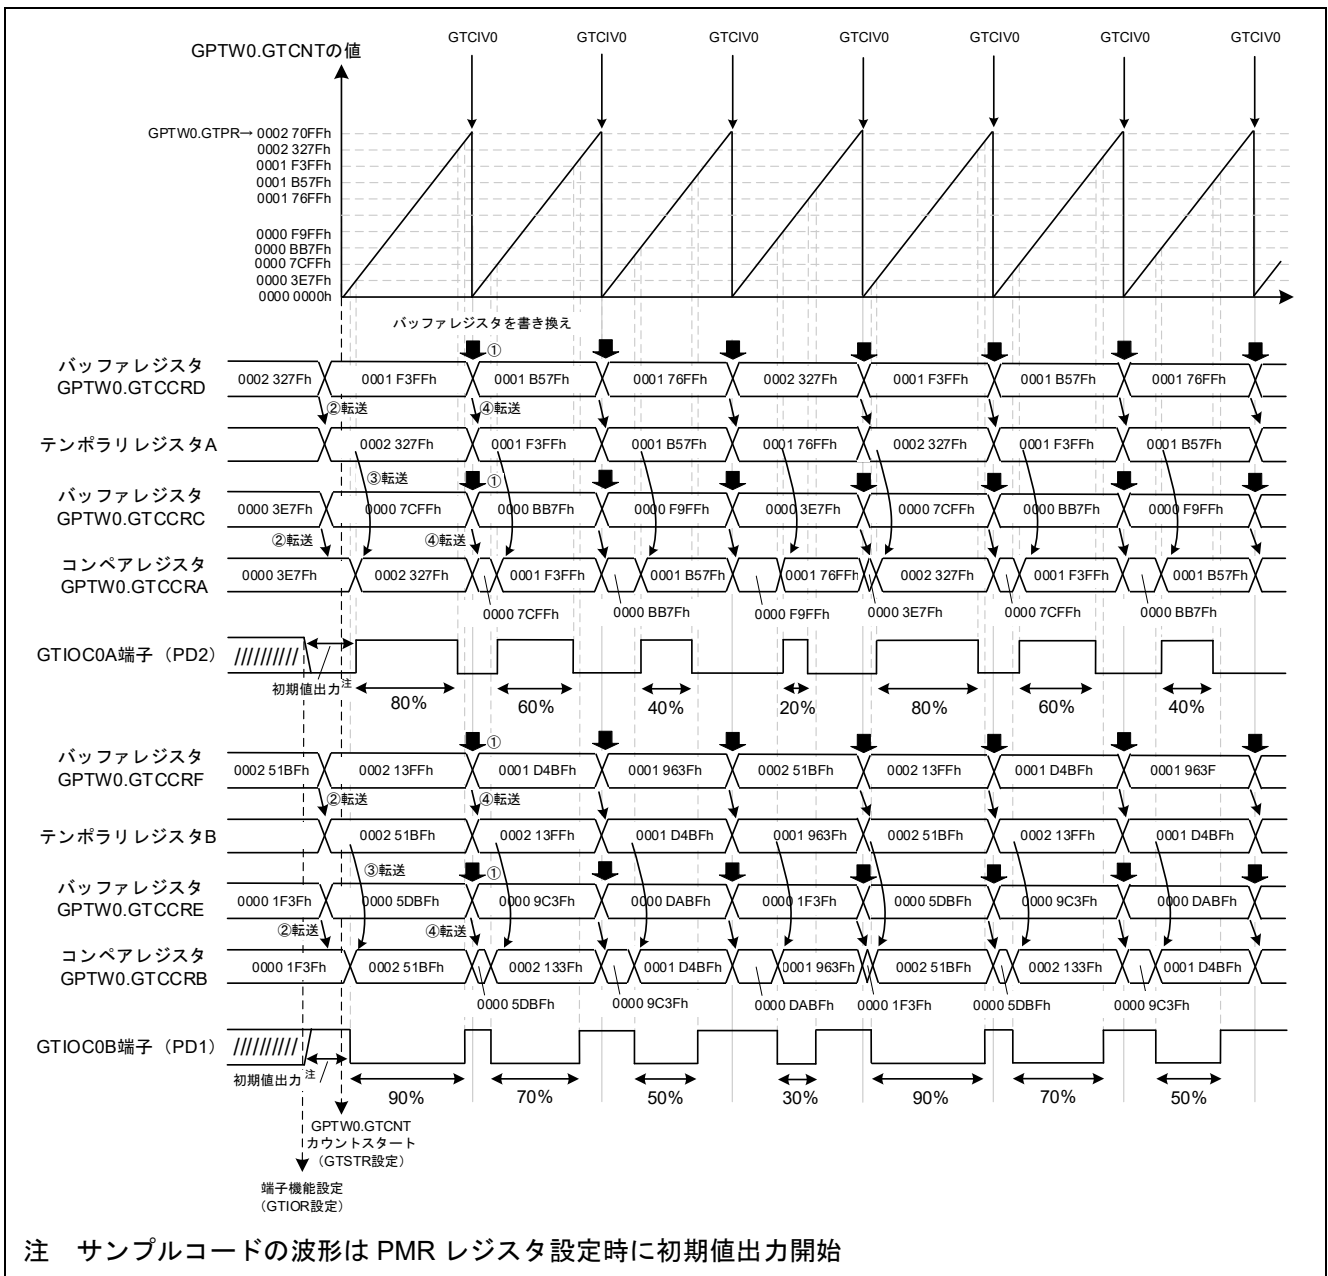

図 4-23 デッドタイム自動設定機能 未使用 (のこぎり波ワンショットパルスモード)
デッドタイム自動設定機能を使用しない場合 (GTDTCR.TDE ビットが “0” ) の動作を図 4-23 に示します。
上記サンプルコードは、周期ごとにデューティの設定を変更するため、GTCNT カウンタのオーバフロー割り込み (GTCIV0) でバッファレジスタ GTCCRC、GTCCRD、GTCCRE、GTCCRF の値を書き換えています (図 4-23 ①)。
本サンプルコードでは、スマート・コンフィグレータを使用し生成したコードのバッファレジスタ初期値はコンペアレジスタと同じ値が設定されます。そのため、カウント開始前にユーザ初期化関数 R\_Config\_GPT0\_Create\_UserInit にてバッファレジスタ値を設定しています。設定したレジスタ値は、強制バッファ転送を行い、バッファレジスタ GTCCRD (GTCCRF) からテンポラリレジスタ A (B) へ転送、およびバッファレジスタ GTCCRC (GTCCRE) からコンペアレジスタ GTCCRA (GTCCRB) へ転送されます (図 4-23 ②)。
- GTCCRA (GTCCRB) のコンペアマッチ発生時にテンポラリレジスタ A (B) からコンペアレジスタ GTCCRA (GTCCRB) に転送されます (図 4-23 ③)。
- GTCNT カウンタのオーバフロー発生時に、バッファレジスタ GTCCRD (GTCCRF) からテンポラリレジスタ A (B) へ転送、およびバッファレジスタ GTCCRC (GTCCRE) からコンペアレジスタ GTCCRA (GTCCRB) へ転送されます (図 4-23 ④)。